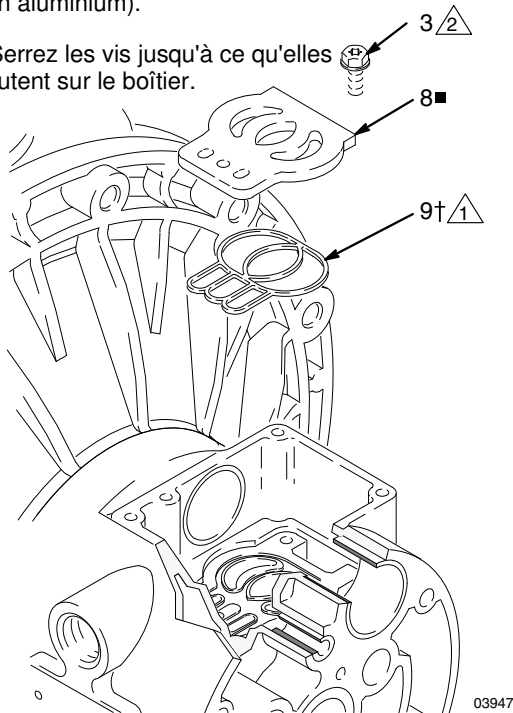

FIG. 9
5. Vérifiez le plateau (8) de vanne en place. Si elle est endommagée, utiliser un tournevis Torx (T20) ou une clé à douille de 7 mm (9/32 po) pour retirer les trois vis (3). Enlever la plaque (8) de la vanne et (uniquement sur les modèles avec un corps central en aluminium) enlever le joint (9). Consultez Fig. 9.
2. Dans le cas de modèles avec boîtier central en aluminium, installez le joint (9†) de la plaque de vanne dans la rainure située au fond de la cavité de la vanne. La partie arrondie du joint **doit être orientée vers le bas** dans la rainure. Consultez FIG. 9.
3. Installez la plaque de vanne (8■) dans la cavité. Dans le cas des modèles avec boîtier central en aluminium, la plaque est réversible, de sorte que les deux faces peuvent être orientées vers le haut. Serrer les trois vis (3) à l'aide d'un tournevis Torx (T20) ou d'une clé à douille de 7 mm (9/32"). Serrez jusqu'à ce que les vis butent sur le boîtier. Consultez FIG. 9.